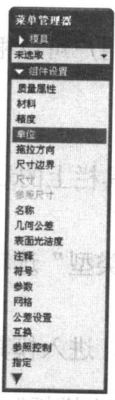

图 1-3 “组件设置”菜单
- ① 单击主菜单中的“编辑”→“设置”命令，系统弹出图 1-3 所示的“组件设置”菜单。然后单击该菜单中的“单位”命令，打开“单位管理器”对话框。